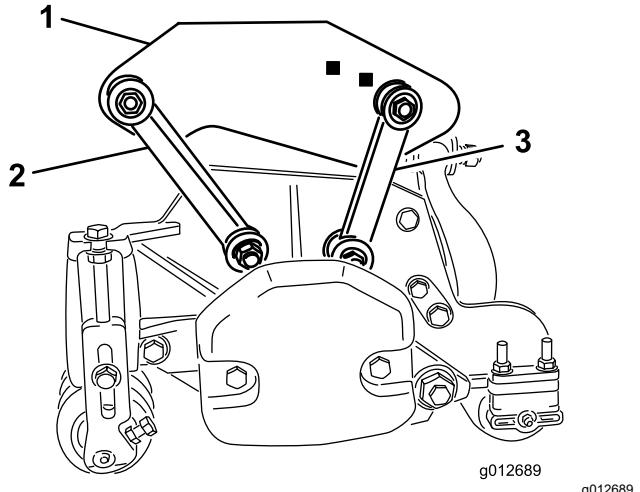

Figure 19
- Fixez les biellettes de montage avant dans les trous du bâti porteur arrière au moyen d'un boulon ($\frac{3}{8}$ " x $2\frac{1}{4}$ "), de 2 rondelles plates et d'un contre-écrou, comme montré à la Figure 19. Placez une rondelle de chaque
- Fixez les biellettes de montage arrière dans les trous du bâti porteur arrière au moyen d'un boulon ($\frac{3}{8}$ " x $2\frac{1}{4}$ "), de 2 rondelles plates et d'un contre-écrou, comme montré à la Figure 19. Placez une rondelle de chaque côté de la biellette lors du montage. Serrez les fixations à 42 N·m.